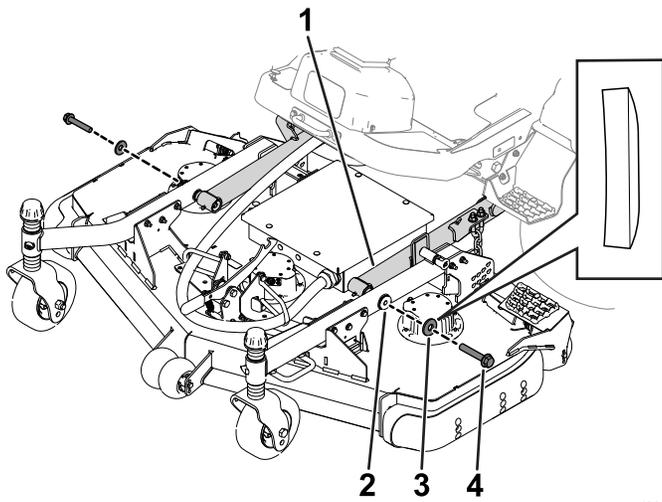

Bild 18
4. Entfernen Sie die Schrauben und Unterlegscheiben, mit denen die Hubarme an den Laufradarmen befestigt sind (Bild 18).